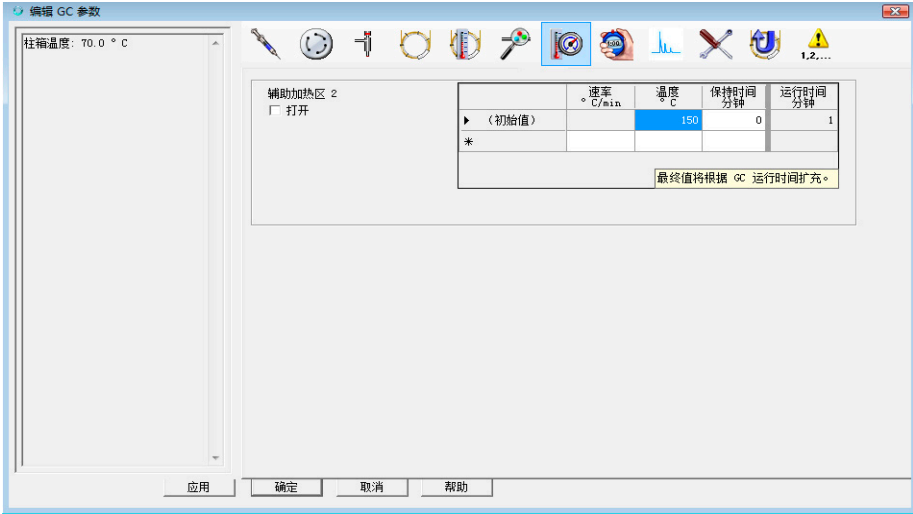

图 14 排列监视器
- 8 单击每个监视器并将其拖到所需的位置。请参见图 14，该图提供了一种排列监视器的方式。